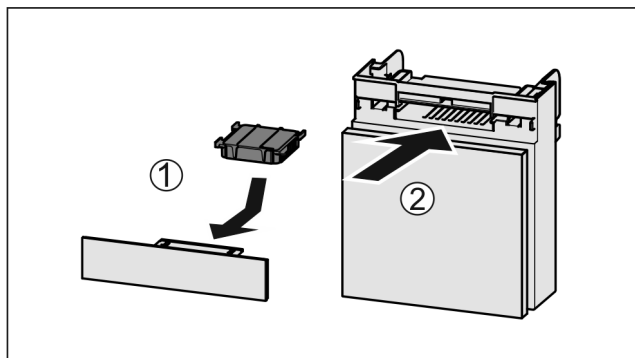

Fig. 182
- Umetnite filter s aktivnim ugljenom kao što je prikazano na slici Fig. 182 (1).
- Umetnite prelinac Fig. 182 (2).